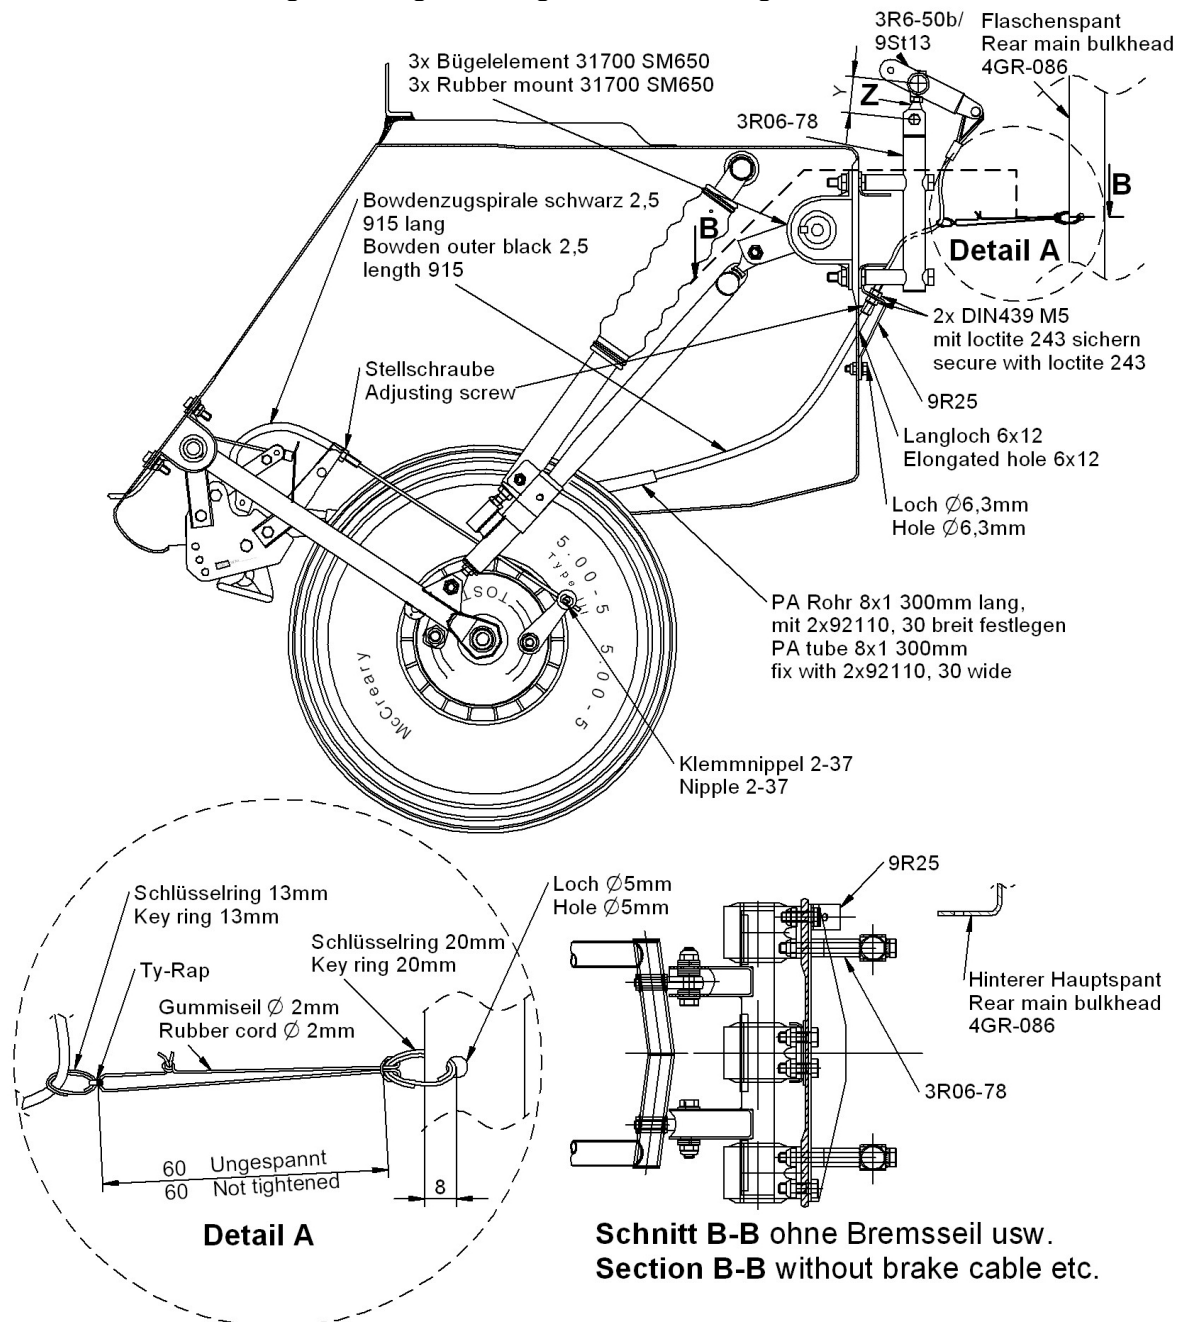

Abbildung 1, Zusammenbau Fahrwerk
Wichtiger Hinweis: Die beide Gelenkköpfe (Z in Abbildung 1 und 2) nicht aus dem Bremsklappenantriebshebel (Welle) 3R6-50b ausbauen.
6. Die neuen Gelenkköpfe (Stückliste, Pos. 19) in den Bremsklappenantriebshebel 9St13 einschrauben. Für die Funktion der Bremsklappensteuerung ist es wichtig, dass der Achsabstand (Y in Abbildung 1 und 2) exakt der Gleiche, wie am ausgebauten Teil 3R6-50b ist.
8. Die untere in Flugrichtung gesehen rechte Schraube des rechten Bügelelementes der hinteren Fahrwerksaufhängung 31700 SM650 heraus schrauben, siehe Abbildung 1.
9. Die Bremsseil Halterung 9R25 mit Schraube M8x30 DIN933-8.8 zn (Stückliste Position 22) an der Stelle der ausgebauten Schraube provisorisch anschrauben. Ein Loch \varnothing 6,3mm für die untere Befestigungsschraube der Bremsseil Halterung in die hintere Fahrwerkskastenwand bohren, siehe Abbildung 1.
13. Ein PA-Rohr 8x1 mit 2 Lagen 92110 einlaminiieren, siehe Abbildung 1. Das PA-Rohr so festlegen, dass die Bowdenzughülle mit großen Bögen knickfrei verlegt werden kann.
21. Ein \varnothing 5mm Loch im Flansch der rechten Seite des hinteren Hauptspants bohren 8mm vom Rand, wie in Abbildung 1 dargestellt. Eine Gummiseilschlaufe entsprechend Abbildung 1 Detail A in einen 20mm Schlüsselring einhängen. Den Schlüsselring in das Loch einführen. Die Gummiseilschlaufe am 13mm Schlüsselring mit einem Kabelbinder befestigen